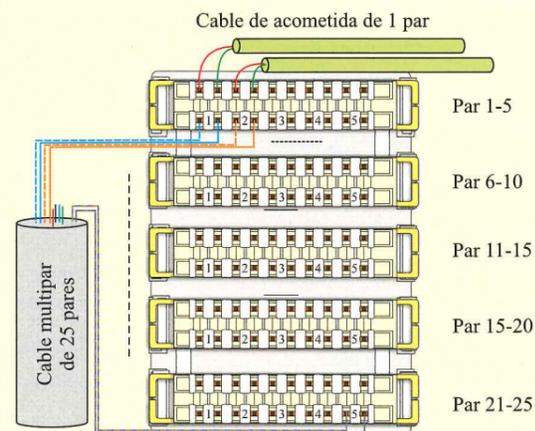

Figura 6.88. Conexión de un cable de pares en las regletas de conexión.
- 6.2. **Conexión de cables de pares en regletas de conexión.** Las regletas se utilizan para conectar los cables de pares de una instalación de distribución y dispersión de una ICT. Según la disponibilidad de materiales, tal y como se muestra en la Figura 6.88, utiliza regletas de 5 o de 10 pares para la conexión de un cable de 25 o de 50 pares. Para ello completa el siguiente procedimiento operativo: